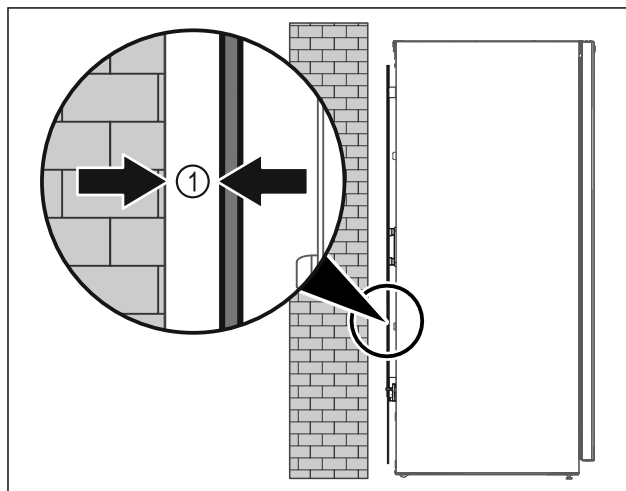

Fig. 8
► Prietaisą galima statyti arba laisvai patalpoje, arba prie pat sienos min. 5 mm Fig. 8 (1) atstumu.